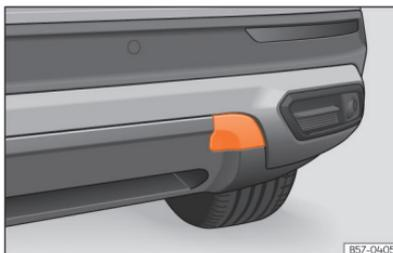

Fig. 199 No lado direito do para-choques traseiro: retirar a tampa.
O alojamento para a argola de reboque enrosável encontra-se na parte direita do para-choques traseiro, atrás de uma tampa »» **Fig. 199.**
- Pressione a zona superior da tampa »» **Fig. 199** para desencaixá-la.